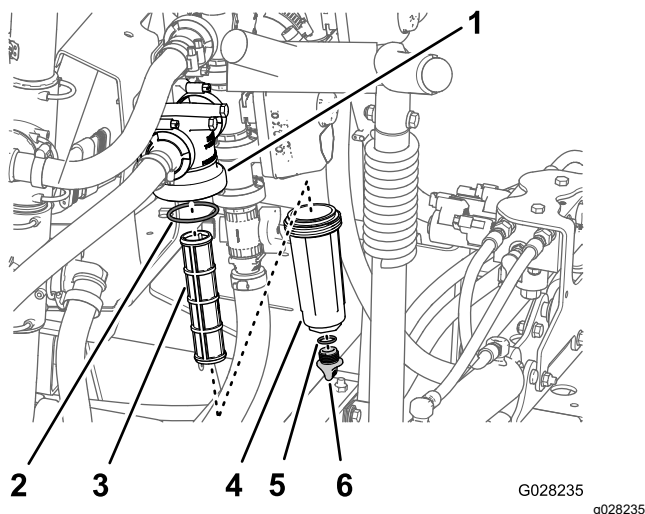

Figura 56
2. Coloque un recipiente de drenaje debajo del filtro de presión (Figura 56).
3. Gire el tapón de vaciado en sentido antihorario y retírelo de la cubeta del filtro de presión (Figura 56).
4. Gire la cubeta en sentido antihorario y retire la cabeza del filtro (Figura 56).
5. Retire el elemento del filtro de presión (Figura 56).
7. Inspeccione la junta del tapón de vaciado (situada dentro de la cubeta) y la junta de la cubeta (situada dentro de la cabeza del filtro) en busca de daños o desgaste (Figura 56).
8. Instale el elemento del filtro de presión en la cabeza del filtro (Figura 56).
9. Instale la cubeta en la cabeza del filtro y apriétela a mano (Figura 56).
10. Coloque el tapón de vaciado en el acoplamiento inferior de la cubeta, y apriete el tapón a mano (Figura 56).